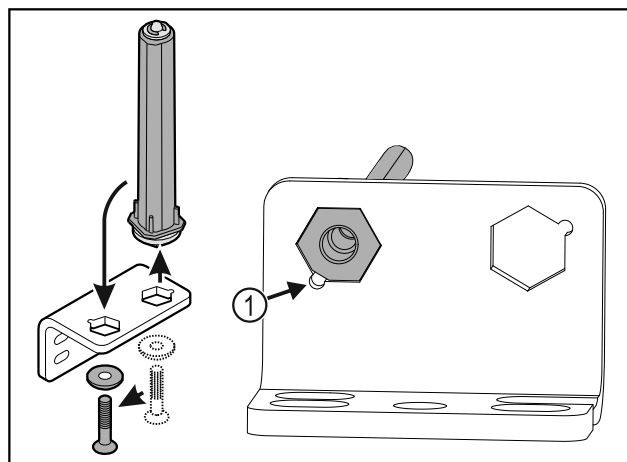

Fig. 34
- Bodite pozorni, da pri vstavljanju izravnalne točke sornika Fig. 34 (1) kažejo v smeri okrogle luknje.